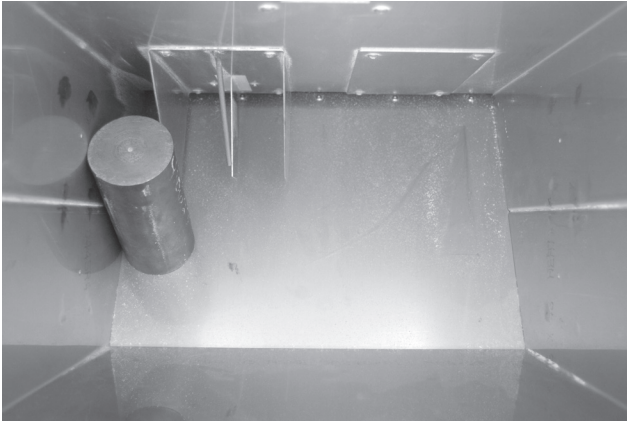

Abbildung 3-5: Platzieren Sie das Gewicht am äußeren Rand des Wiegebehälters
- Platzieren Sie das bekannte Gewicht so weit wie möglich auf einer Seite des unteren Wiegebehälters (siehe Abbildung 3-5).